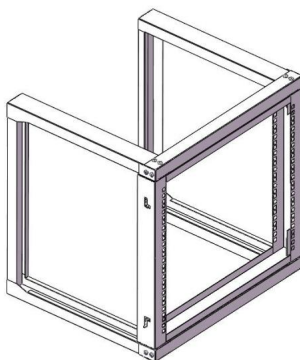

Figure 5
5. Adopte la même étape que l'étape 4. Verrouillez le côté gauche des 2 loquets de porte de l'ensemble de porte sur le cadre un par un. Assurez-vous que l'ensemble de porte est fixé. Voir Figure 5.